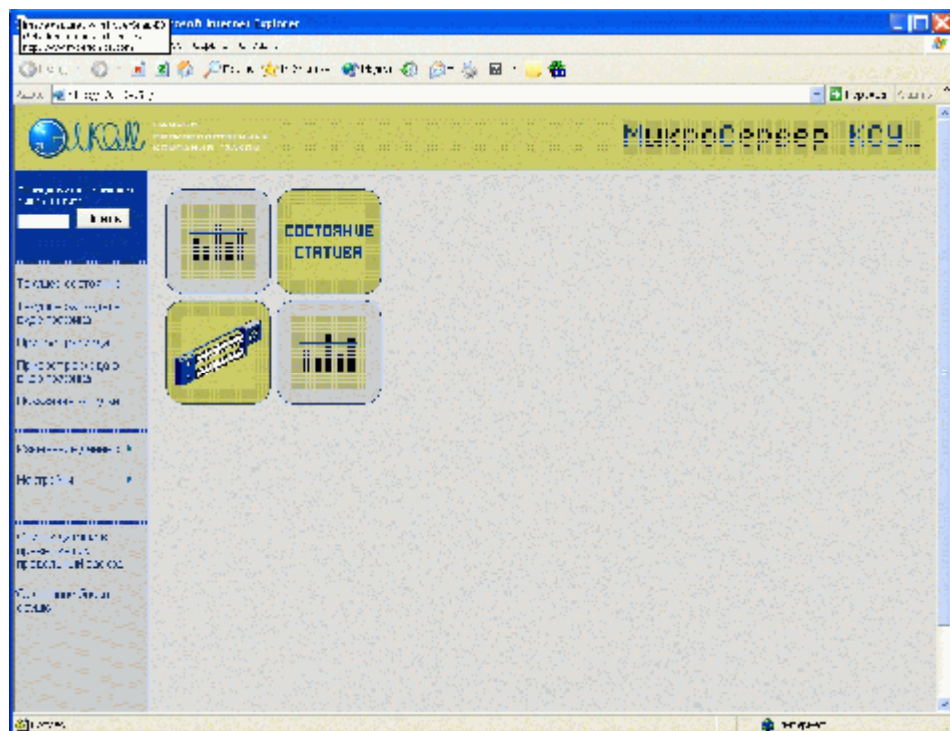

Рис. 54
- 2) При работе с **Web**-интерфейсом базы данных, нет необходимости в выполнении указанных процедур. Достаточно, раскрыв «дерево» нужной АТС, выделить курсором интересующий стative. После этого откроется новое окно, в котором будет отображена главная страница Микросервера КСУ (Рис. 54).